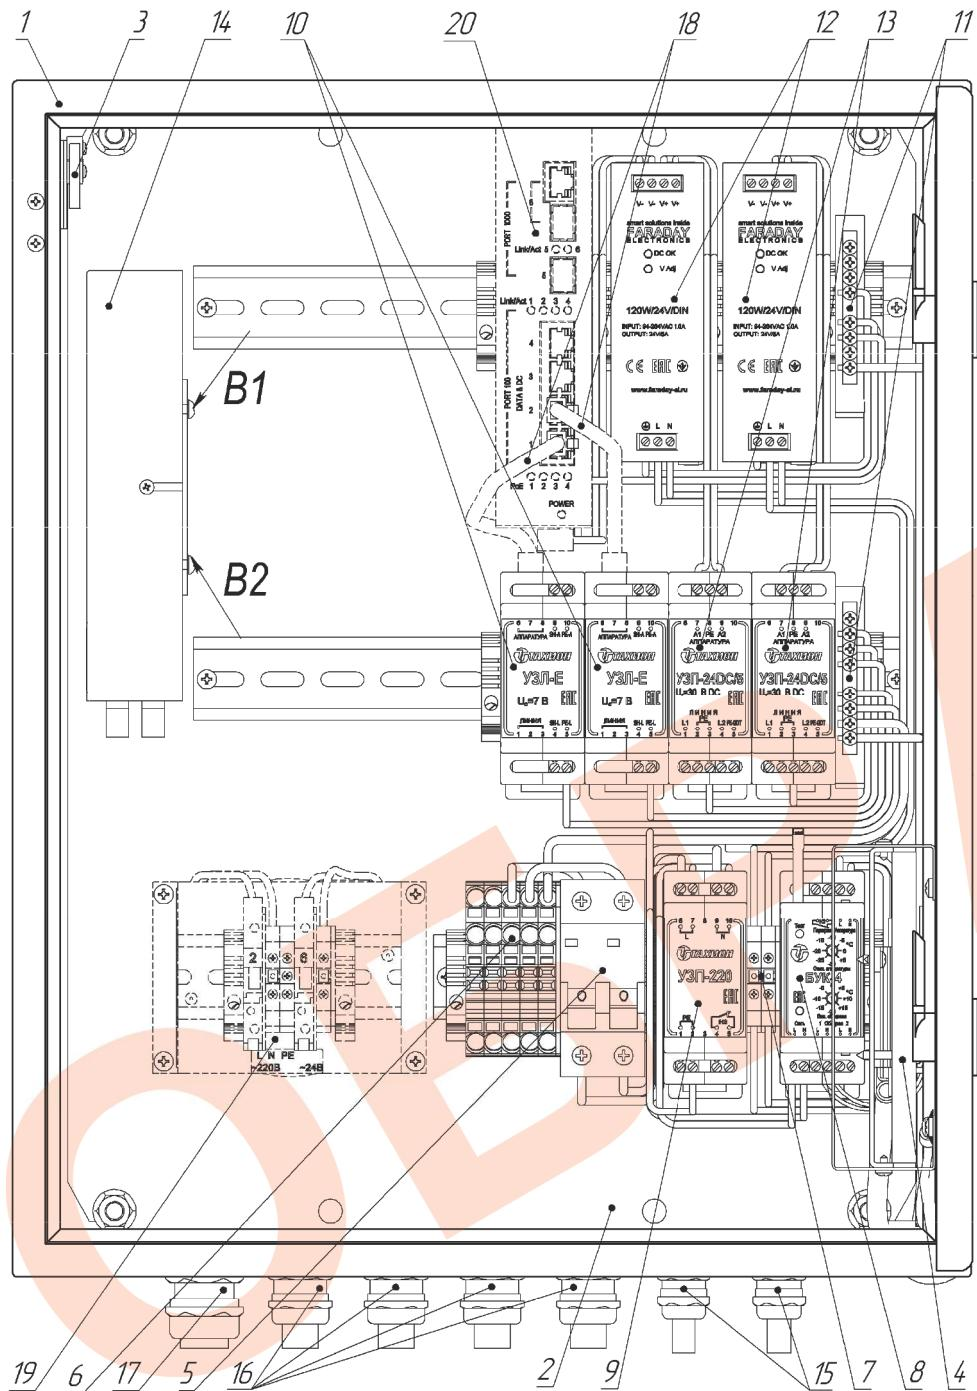

Рис.3. Устройство термошкафа (дверь открыта на 90°)
- снять оптический кросс с кронштейна, ослабив крепежные винты В1 и В2 (рис.3);
5. При необходимости подключить тэмперный контакт S2 (рис.3) к внешнему устройству сигнализации.